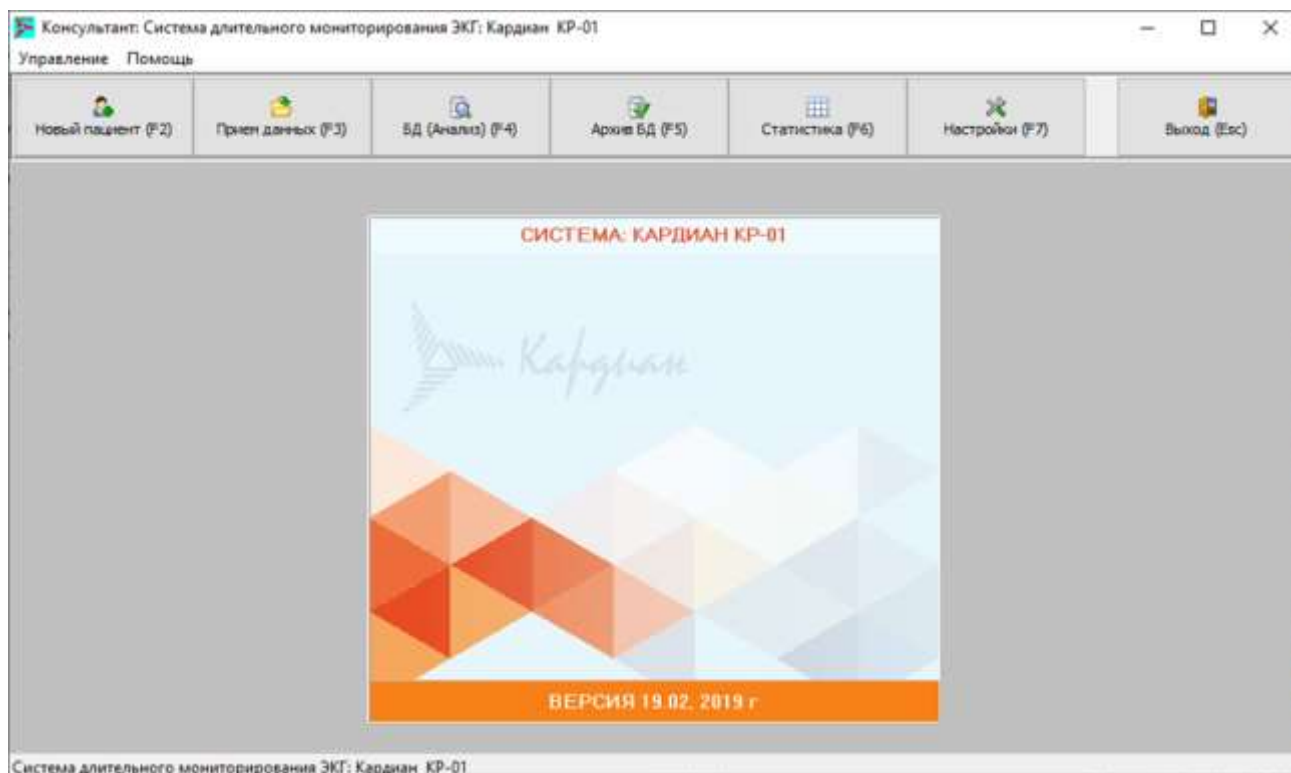

Рис.4
7.1.5 Выберите из предложенного меню (верхняя панель кнопок) (Рис.4) “Новый пациент/ Прием данных / Анализ-База данных / Архив базы данных / Статистика / Настройка / Выход” режим “Новый пациент”. Выбор режима можно производить также из меню “Управление”.
7.3.1 Выберите из предложенного меню (Рис.4) “Новый пациент/ Прием данных / Анализ-База данных / Архив базы данных / Статистика / Настройка / Выход” режим “Анализ-База данных”.